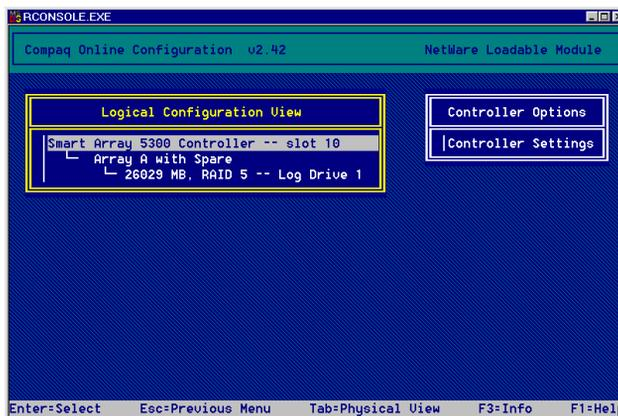

Abbildung 7-22: Hauptbildschirm für die manuelle Konfiguration
- Sind keine logischen Laufwerke am Controller vorhanden, wird der Assistent für die manuelle Konfiguration angezeigt (Abbildung 7-22).